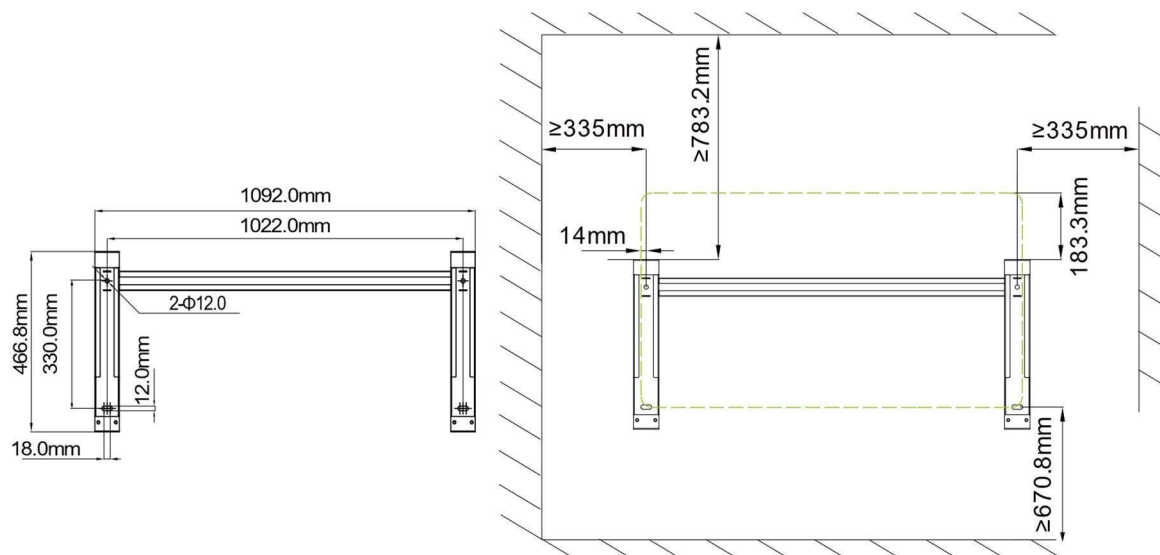

Fig. 3-6 Diagrama de los orificios de montaje
1. Marque las posiciones de los orificios en la estructura de montaje de acuerdo con las posiciones y tamaños de los orificios del soporte de montaje, como se muestra en la Fig. 3-6.